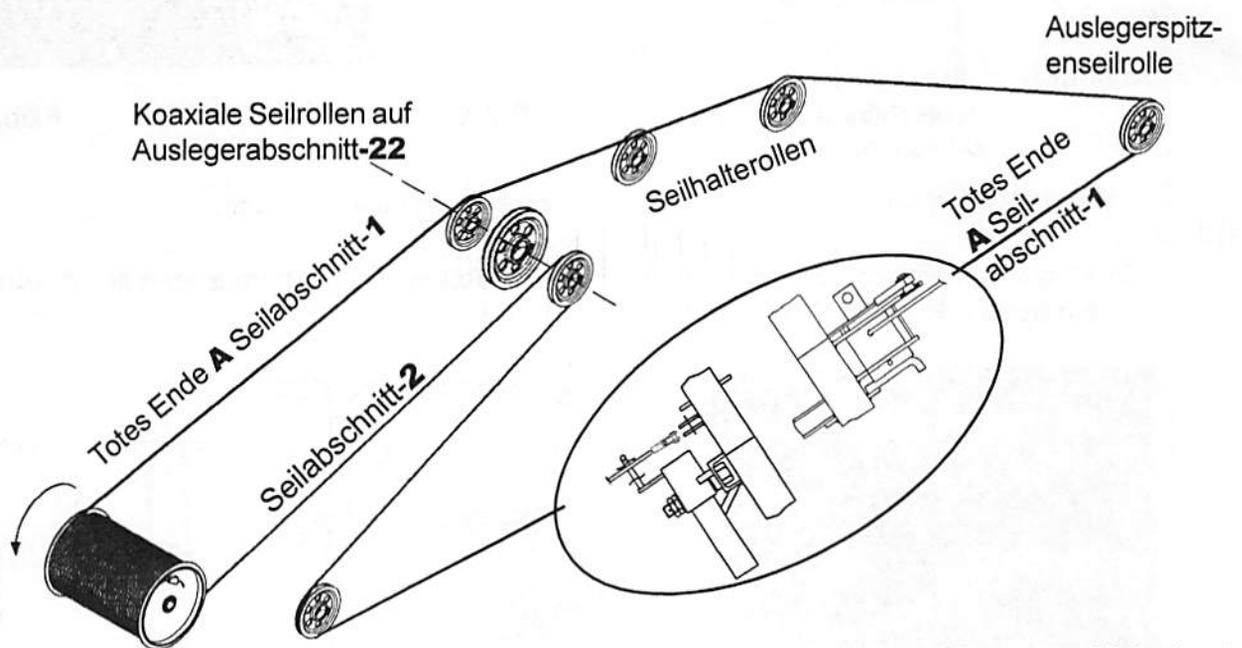

Abb. 2.7.2
a) Totes Seilende-A des Katzfahrseilabschnittes-1 in Katzfahrseiltrommel legen (Abb. 2.7.2).
- b) Totes Ende-**B** des Katzfahrseilabschnitts-**1** auf die Laufkatze legen, mit einer speziellen Spannvorrichtung befestigen, in die spezielle Bohrung einsichern und mit einer Klemme arretieren (Abb. 2.7.2 und 2.7.4).